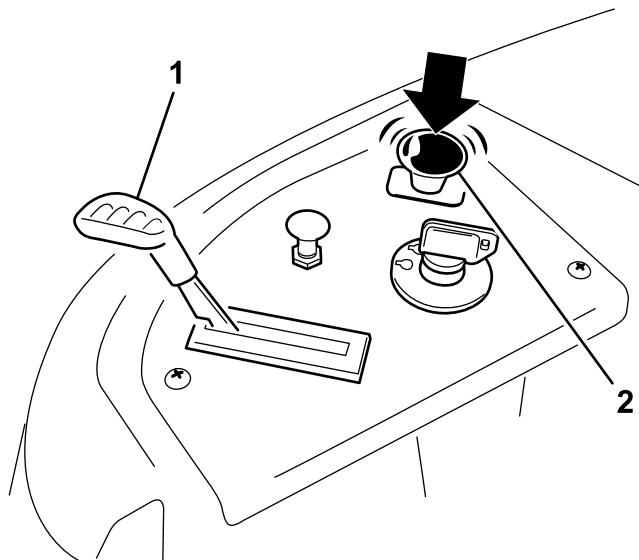

Bild 12
- Kuppeln Sie die Messer aus, indem Sie den Zapfwellenantriebsenschalter in die Aus-Stellung stellen (Bild 12)